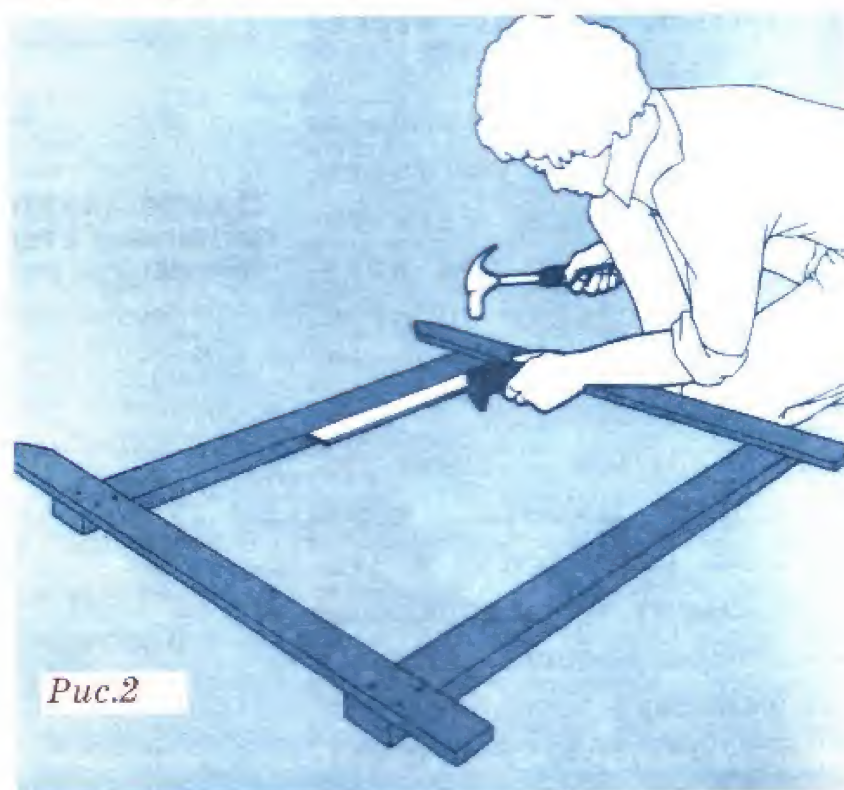

Рис.2
1. Складання рами (рис.2). З дощок перерізом 100х50 мм готують бруси для рами (обв'язки) хвіртки достатньої ширини і з допомогою косинця набивають по краях рами штахетник або дошки так, щоб бруси рами хвіртки збіглися з поперечинами основної огорожі. При висоті огорожі 1500 мм і більше посередині рами набивають ще один, третій брус. Після закріплення штахетин цвяхами раму перевертають тильним боком догори.